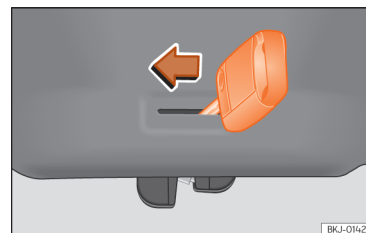

Abb. 58 Ausschnitt Gepäckraum: Notfallentriegelung.
- Führen Sie den Schlüsselbart in den Schlitz ein und drehen Sie den Schlüssel in Pfeilrichtung, bis sich das Schloss öffnet >>> **[Abb. 58]**.